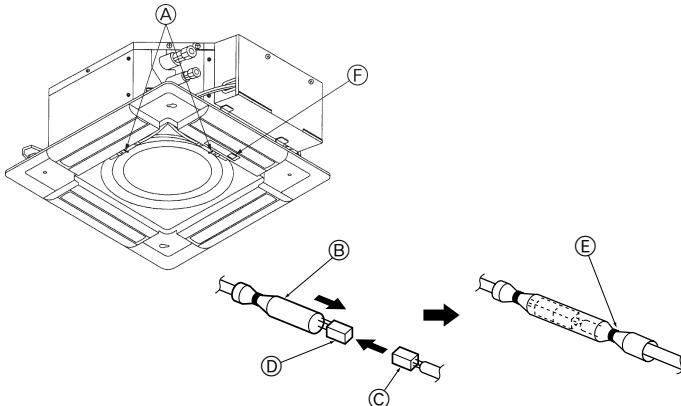

Fig. 8-8
8.3.4. Kabelanslutning (Fig. 8-8)
- (A) Fäste (Tillbehör)